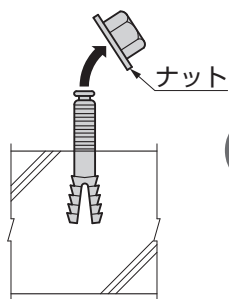

図2-3
- ④【ナット】を取外してください。(図2-3参照)
(2) 支柱ベースプレートの取付け